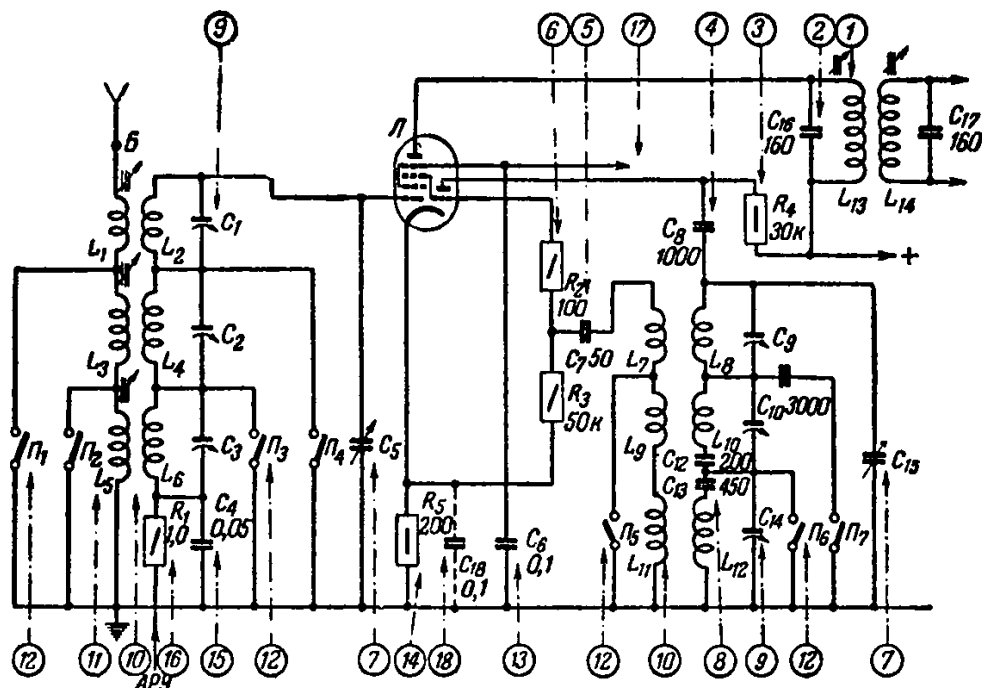

Рис. 12. Схема преобразователя частоты.
Преобразователь частоты (рис. 12)
- 17 - неисправно сопротивление в цепи экранирующей сетки (на рис. 12 не показано);